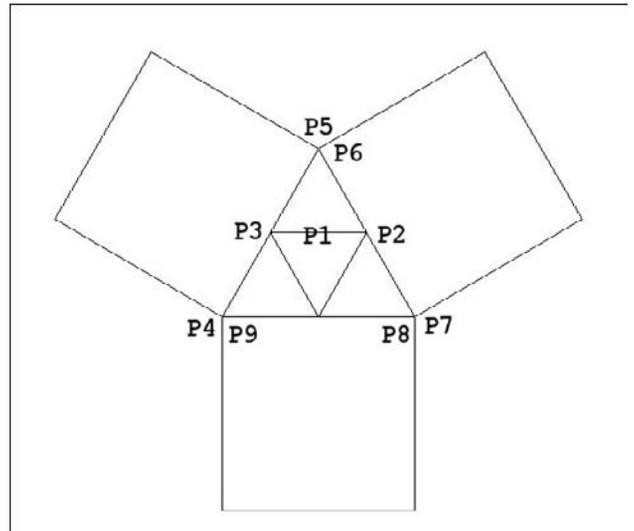

Fig.4.40
**Exercice** : tracer la figure 4.40 en cinq opérations et sans lignes de construction :